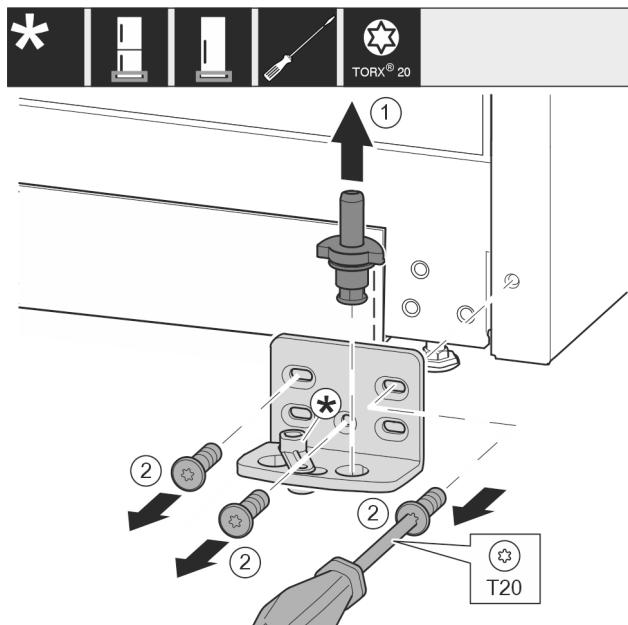

Fig. 12
- Nxirri jashtë komplet bulonin e rrotullimit Fig. 12 (1) nga lart.
- Lironi vidat Fig. 12 (2) me një kaçavidë dhe hiqni bazamentin mbështetës.